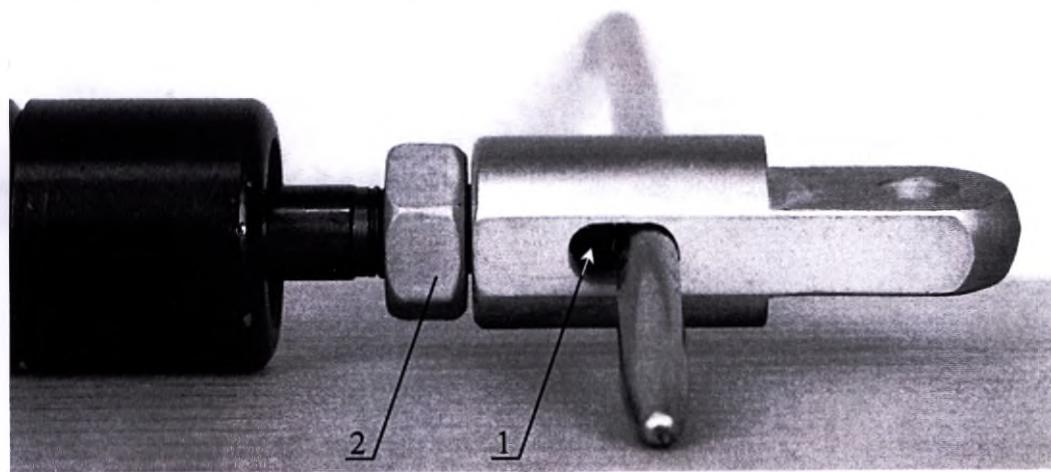

Рисунок 16. Регулировка газовых пружин.
12.4.2 Вставьте пруток $\varnothing 5$ в паз пружины (Рисунок 16) и вверните головку до соприкосновения с фиксатором пружины 1, затяните гайку 2.